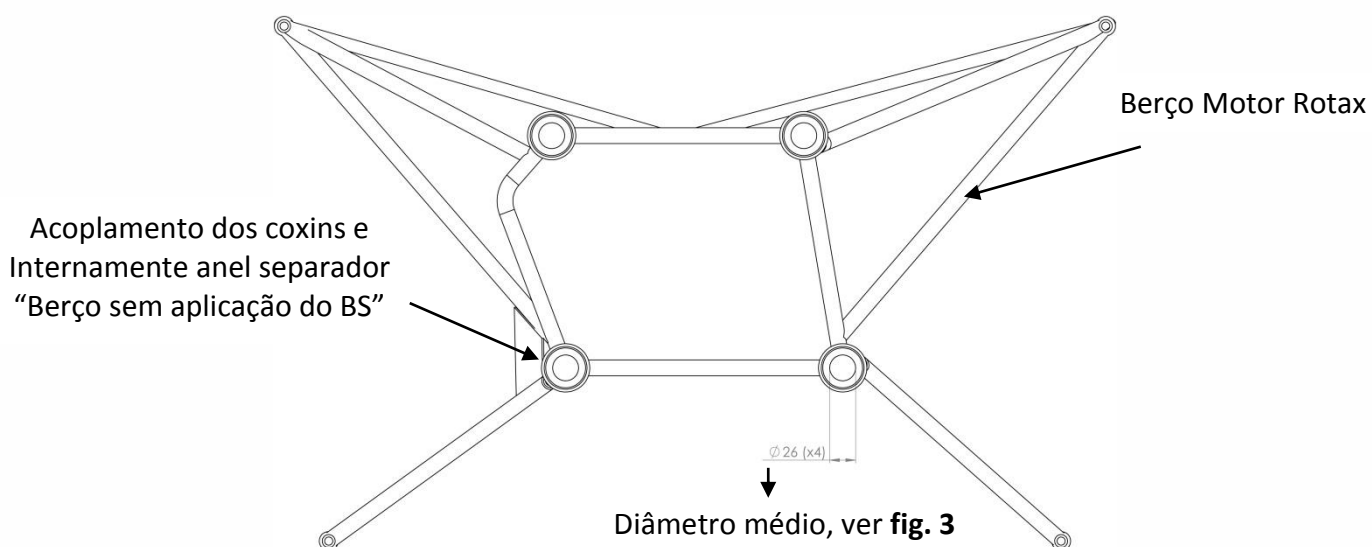
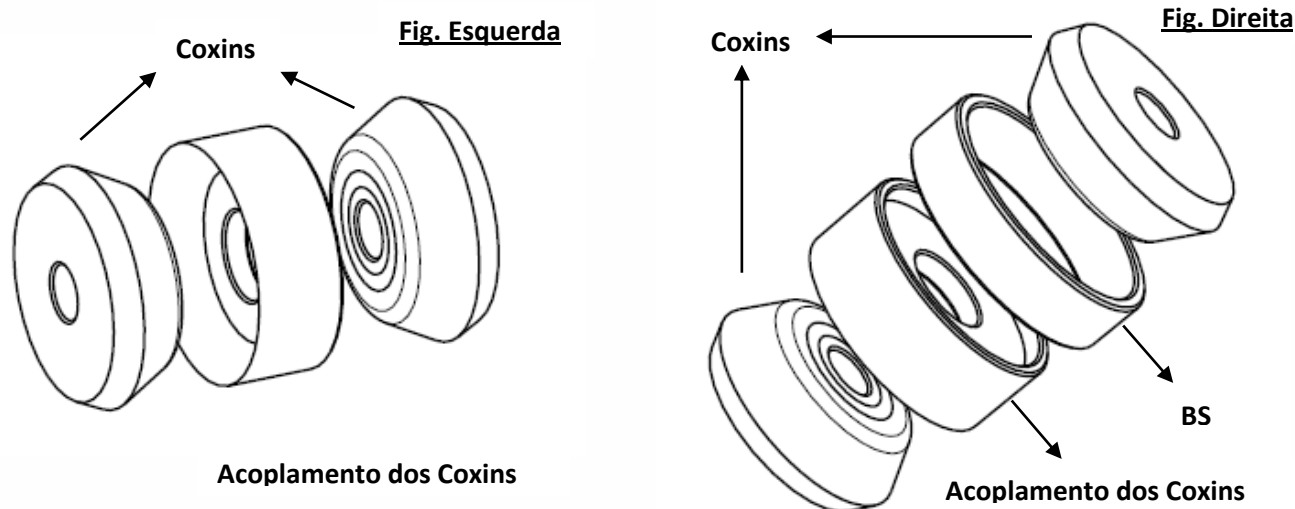

Figura 1: Berço do Motor, detalhando anel separador dos coxins, ponto onde os parafusos encostam causando vibração.
Figura 2: À direita acoplamento antes de cumprir o BS e a esquerda, resultado da aplicação do BS.
- **Vibrações¹**: devido ao contato dos parafusos de fixação do berço no pré-berço estarem encostados no anel separador dos coxins localizados no berço, **Figura 1 e 2**.
Nas imagens abaixo é possível observar a modificação realizada para o cumprimento do BS, detalhando somente o acoplamento dos coxins referente ao modelo antigo e pós-cumprido BS, no qual aumenta a base do acoplamento do coxim. Na **Figura 1**, podemos observar de maneira geral o berço do motor e os anéis separadores comentados anteriormente. A **Figura 2** apresenta em vista explodida a montagem do conjunto detalhando o antes e depois do BS.